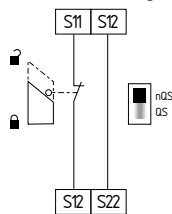

Fig. 12
**Circuito de monitorização de porta de proteção de canal único com dispositivos de encravamento conforme EN ISO 14119 (ver Fig. 12)**